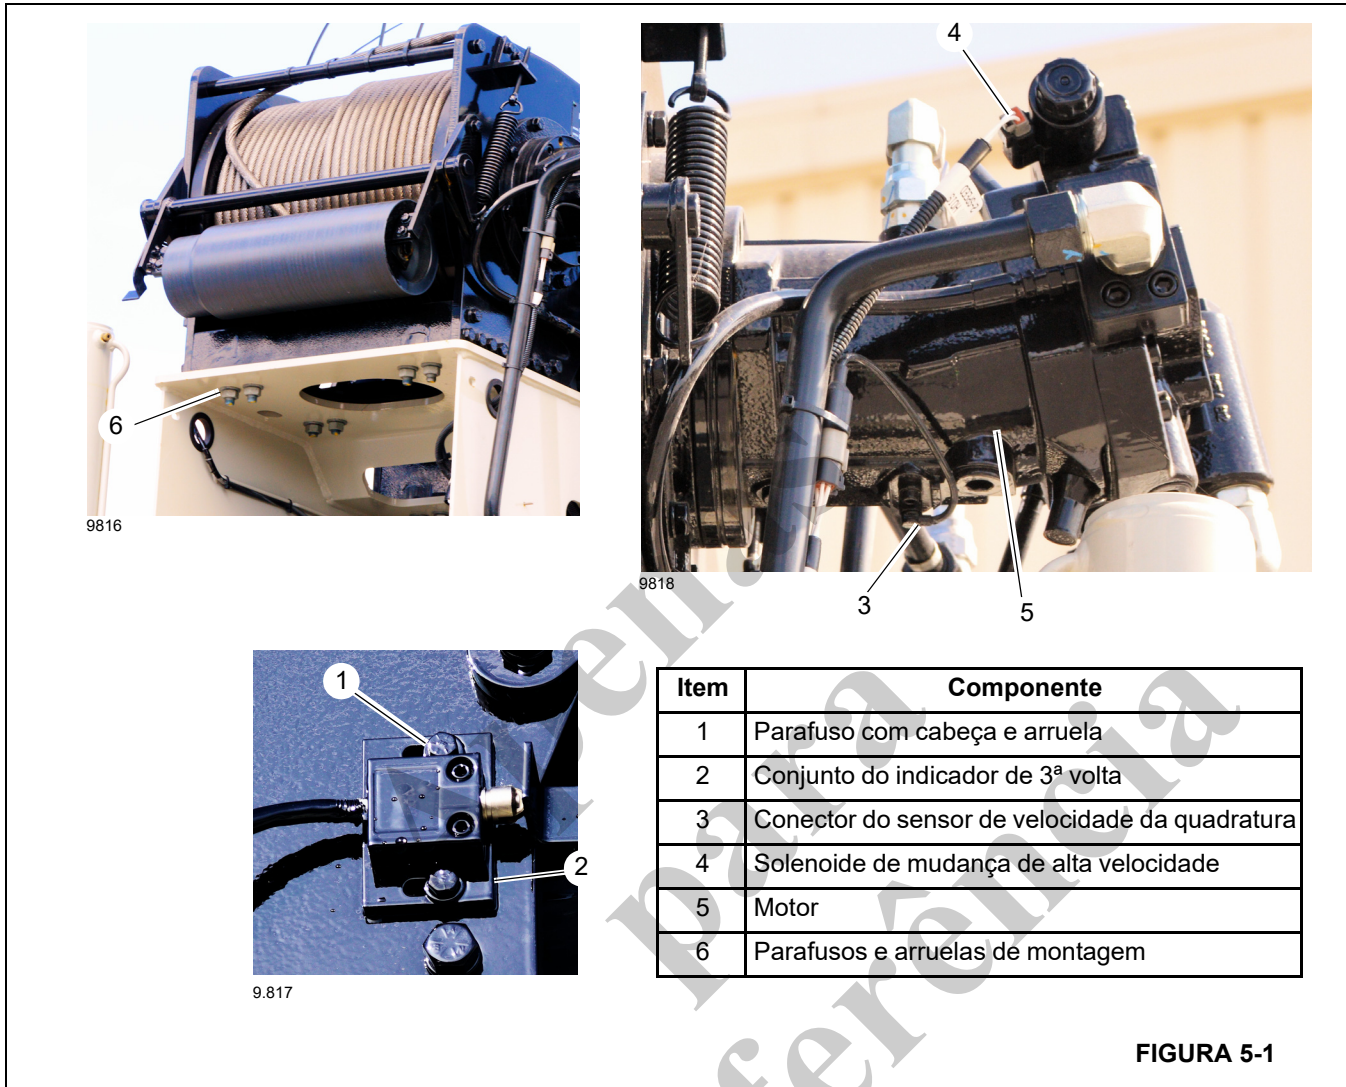

FIGURA 5-1
3. Remova dois parafusos (1, Figura 5-1) e remova o conjunto do Indicador de 3ª volta (2) do guincho.
4. Desconecte os conectores do solenóide de mudança de alta velocidade (4) e do sensor de velocidade de quadratura (3) do guincho.
7. Remova os parafusos e arruelas de montagem (6) do guincho.
2. Desconecte os conectores de 2 velocidades (3, Figura 5-1) e 4 velocidades (4) do motor do guincho.
3. Remova o chicote elétrico do DRI (1). Remova as braçadeiras conforme necessário.
2. Conecte os fios de 2 velocidades (3, Figura 5-1) e 4 velocidades (4) aos respectivos conectores no motor do guincho.